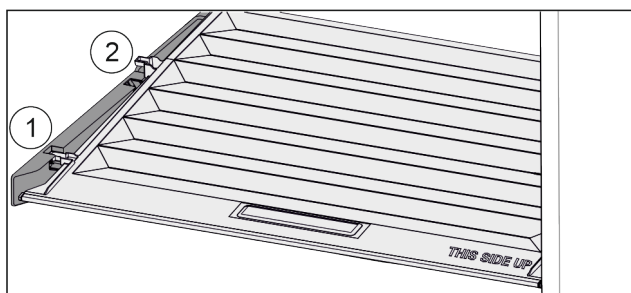

Fig. 94
- ▶ Pokrov povlecite naprej Fig. 94 (1) do odprtine v držalnih delih.
- ▶ Zadaj ga od spodaj dvignite in odstranite Fig. 94 (2) navzgor.